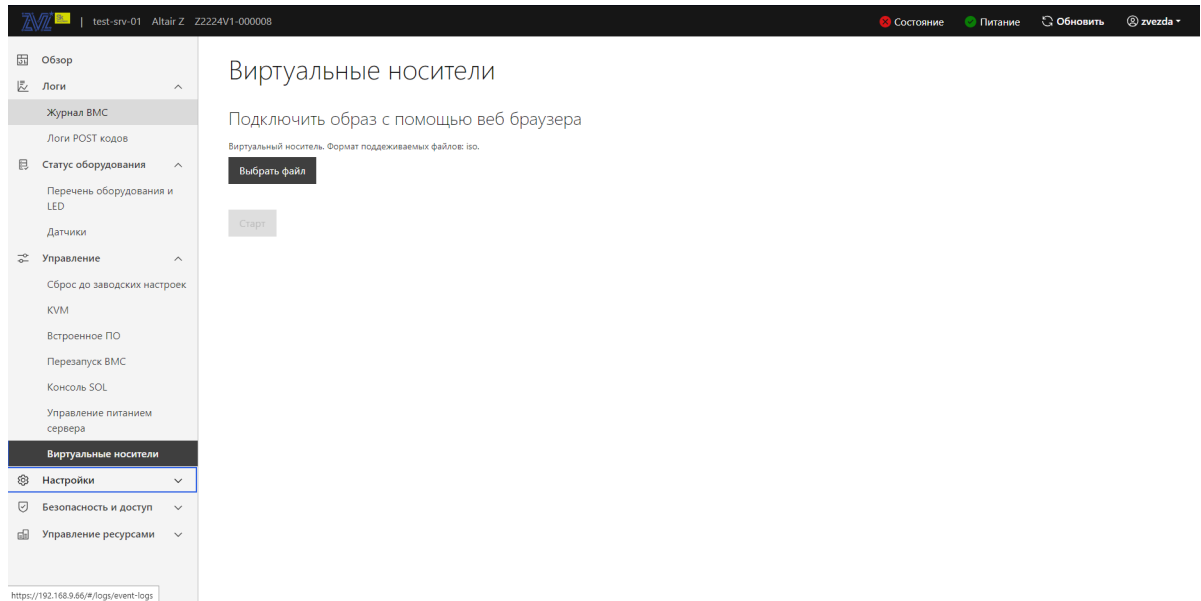

Рис. 96. Окно «Виртуальные носители»
- 7) Пройдите во вкладку «Управление» → «Виртуальные носители» в данной вкладке осуществляется виртуальное подключение периферийных устройств. Окно показано на рис. 96 Окно «Виртуальные носители»